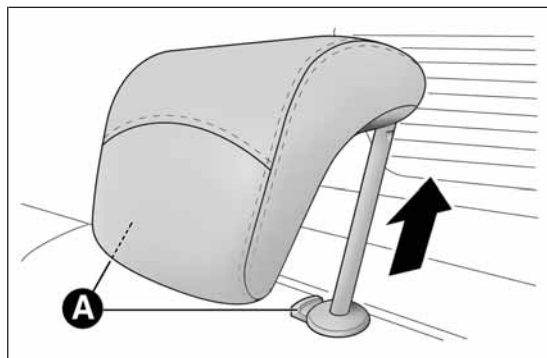

fig. 66
- ☐ levantar los reposacabezas hasta su altura máxima, pulsar los dos botones A fig. 66 del lado de las dos sujeciones y, a continuación, extraer los reposacabezas tirando de ellos hacia arriba;